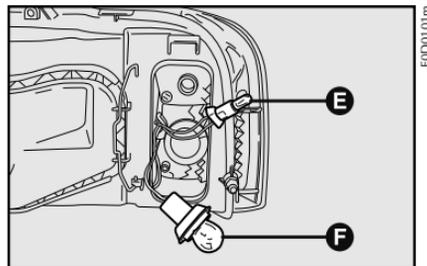

fig. 17
4) saque la lámpara **E-fig. 17**;
- 4) quite la lámpara **F-fig. 17** empujándola ligeramente y girándola hacia la izquierda;